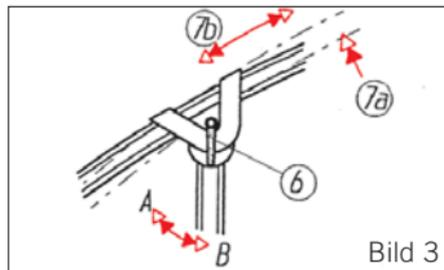

Bild 3
(Bild 3)
- V⁺-Gelenk um 1 1/2 Klemmhebeldrehungen ⑥ (Bild 3) lösen.
- Klemmhebel ⑥ (Bild 3) wieder festziehen.